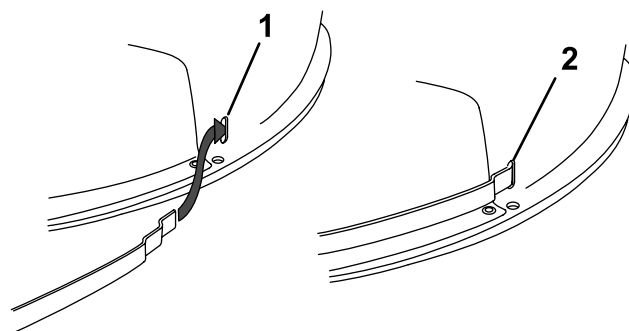

Bild 21
- Hinweis: Nehmen Sie die Riemen nicht vom Mähergehäuse ab. Wenn ein Riemen nicht mehr am Gehäuse befestigt ist, setzen Sie ihn erneut ein, siehe (Bild 21).